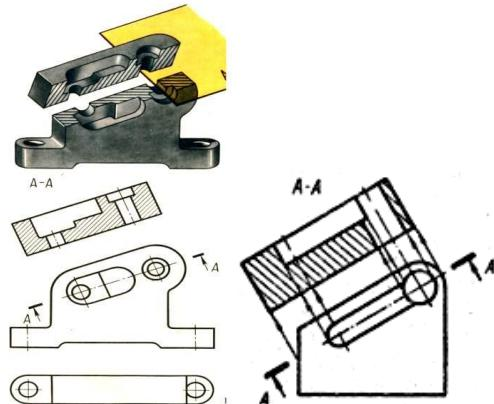

Рисунок 4.5 - Наклонный разрез
**Наклонный разрез** – разрез, образованный секущей плоскостью, составляющей с горизонтальной плоскостью угол отличный от  $90^0$  (рисунок 4.5).